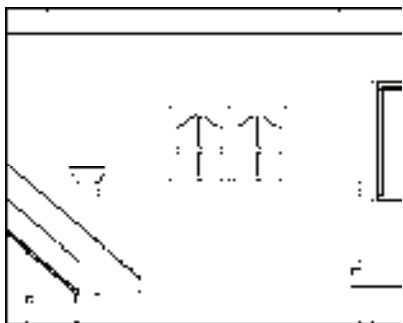

图 13-194 图形裁剪
3) 调用“图形裁剪”命令，根据命令行的提示，选择双开门图形；按〈Enter〉键后分别指定矩形的两个对角点，图形裁剪的结果如图 13-194 所示。